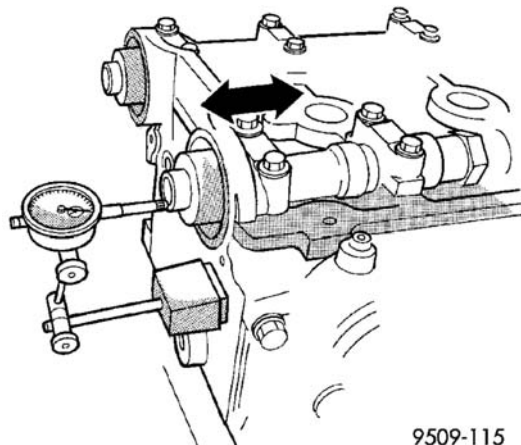

图 24 凸轮轴端隙-标准
- (1) 将凸轮轴颈上油，安装凸轮轴，不包括摇臂。安装后凸轮盖，拧紧螺丝至规定的扭矩值。
- (2) 使用适当工具，尽可能向后移动凸轮轴。
- (3) 将针盘指示器归零（图 24）。
- (4) 将凸轮轴尽可能向前移。
(5) 在针盘指示器上记录读数。请参阅端隙规格（请参阅第 9 单元-发动机-规格）。
(6) 若端隙过大，应检查气缸盖及凸轮轴有无磨损，视需要加以替换。